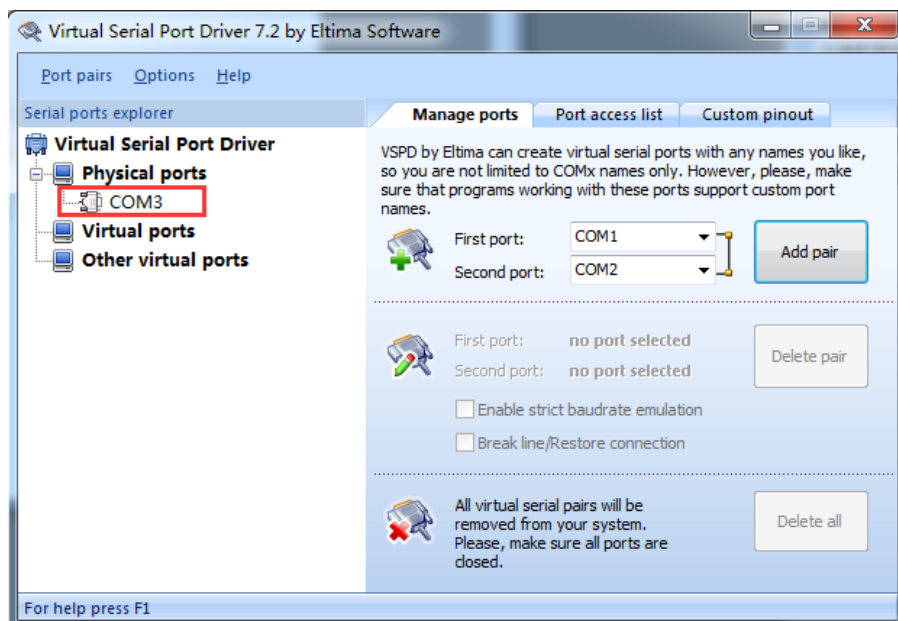

图 1.9 打开 VSPXD 软件
(1) 打开桌面虚拟串口软件“Configure Virtual Serial Port Driver”，如图 1.9 所示。